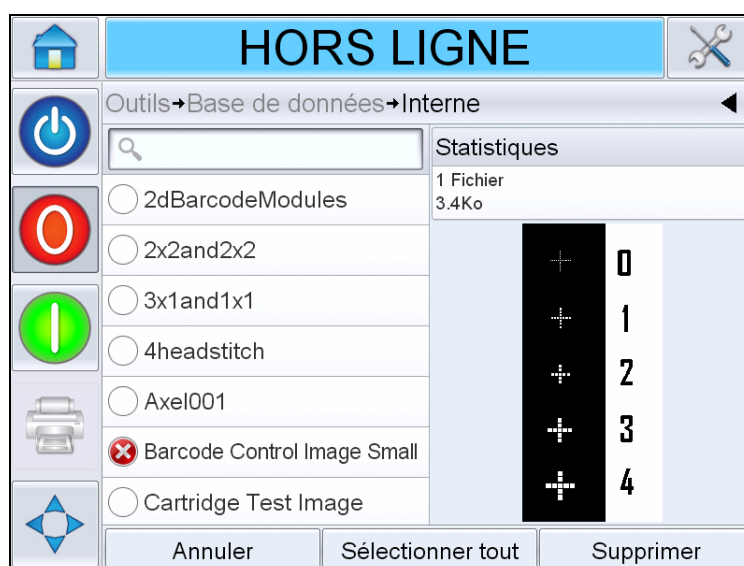

Figure 6-13: Fenêtre de suppression de base de données
- 3 Sélectionnez la base de données appropriée (interne ou externe) et touchez *Modifier* pour accéder à l'écran de suppression (voir Figure 6-13). Cette page contient la liste de toutes les tâches d'impression disponibles avec des informations détaillées sur le nombre de tâches sélectionnées et leur taille.